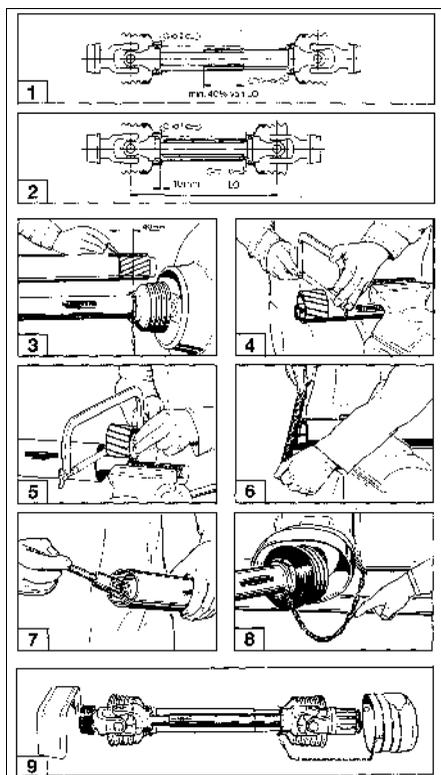

Fig. 24
**Al primo Montaggio centrate l'albero della PdF col trattore (Fig. 24/6). Se la connessione effettuata è adatta solo a quell tipo di trattore, nel momento in cui si cambia trattore, controllare o effettuare una nuova connessione se necessario.**
Quando si parcheggia lo spandiconcime, la PdF dovrebbe essere posizionata nell'apposito gancio di sostegno. (Fig. 24/3).